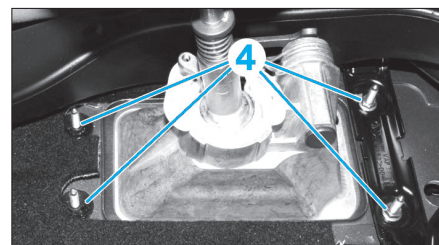

Fig. 11
- Déposer les insonorisants (3) de la commande de vitesses.
- Déposer les 4 écrous (4) (Fig.11).